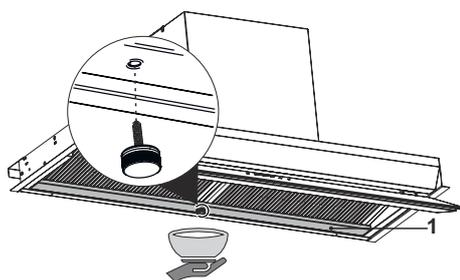

Fig. 19
1. ➔ Con una mano, rimuovere la vite del serbatoio dell'acqua ruotandola nella direzione della freccia come mostrato, mentre con l'altra mano tenere un contenitore (Fig. 19) sotto la vite che si sta rimuovendo per evitare che l'acqua e l'olio che si accumulano nel serbatoio dell'acqua scendano sul pavimento.